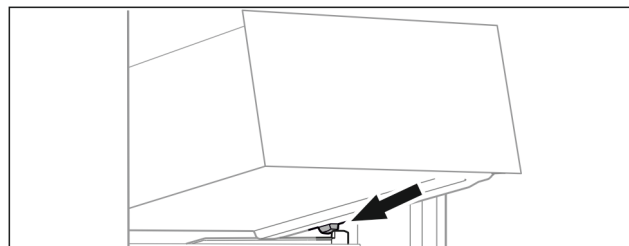

Fig. 15
- ▶ Schubfach schräg hinter den Stopperrn auf die Behälterrippe aufsetzen Fig. 15 (1).